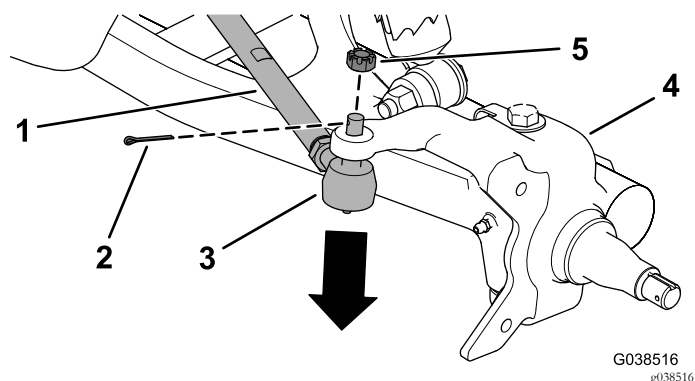

Figura 8
8. Rimuovete la coppiglia e il dado esagonale scanalato dal giunto a sfera del tirante e scollegate il tirante dall'alberino (Figura 8).
4. Montate il tirante sul gruppo alberino utilizzando il dado esagonale scanalato e la coppiglia (Figura 8).